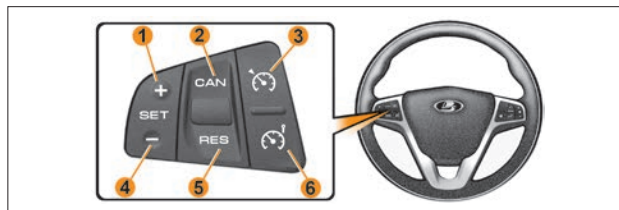

Рис. 1. Блок управления «круиз-контроль» и «ограничитель скорости»
– выключатель «» – включение/выключение круиз-контроля (рис. 1, поз. 3);
- выключатель «» – включение/выключение ограничителя скорости (рис. 1, поз. 6);
- выключатель «**SET+** / **SET-**» – установка и увеличение скорости 1 и 4 (рис. 1);